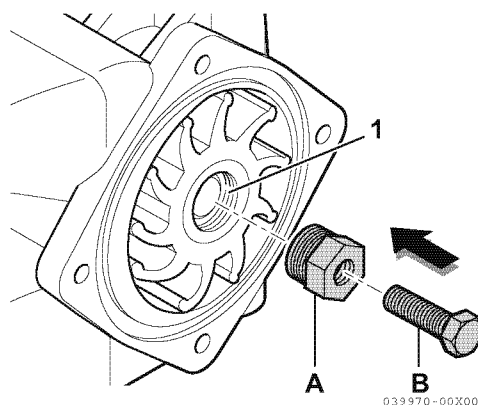
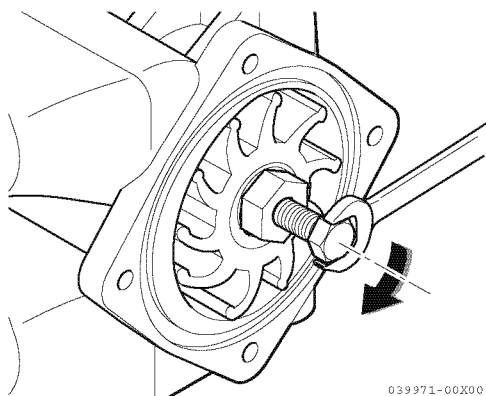

Figure 10
Figure 11
*Nota: Quando si sostituisce una girante usata con una nuova, la girante deve avere una filettatura $M22 \times 1,5$ (**Figure 10, (1)**). Ruotare il lato con la filettatura $M18$ della girante verso il lato con il coperchio e installare (**Figure 11**).*